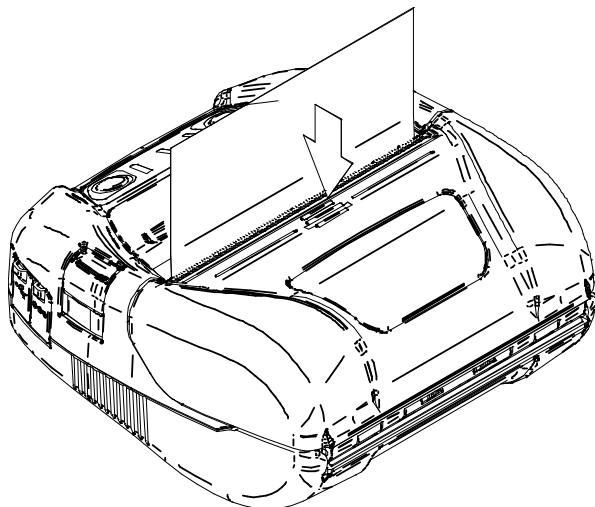

図 9-4 ペーパカバー
- ④ ペーパカバーの中央部（図 9-4の矢印部分）をしっかりと押し、ペーパカバーを閉めてください。